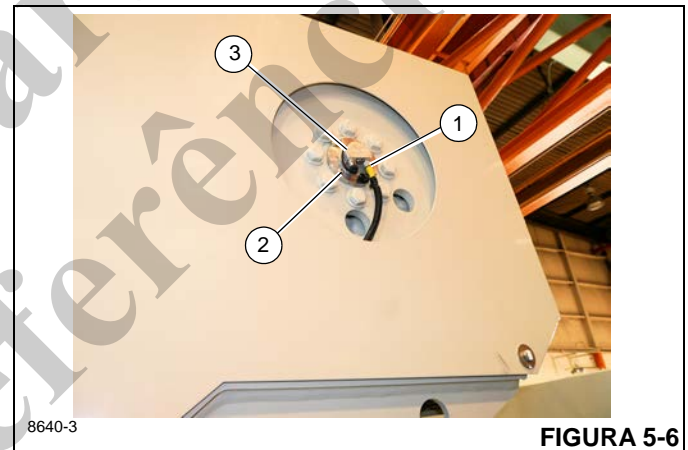

FIGURA 5-6
1. Solte o colar no conector e desconecte o cabo do DRI (1, Figura 5-6).
2. Remova os dois parafusos de retenção (2).
5. Empurre o DRI para dentro do tambor de forma que o entalhe esteja alinhado com o respiro (3, Figura 5-6).
6. Fixe o DRI com os parafusos de retenção (2, Figura 5-6).